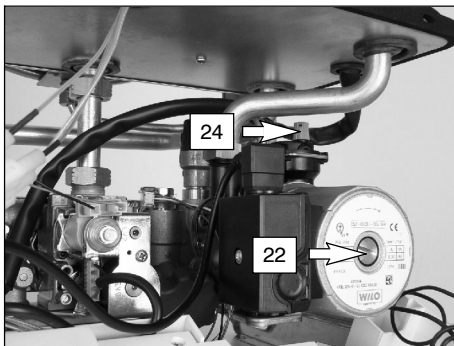

fig. 6.3
- 7 Allentare il tappo della valvola di sfiato automatico (24 in fig. 6.3).
- 11 Togliere il tappo 22 in fig. 6.3 e sbloccare la pompa ruotando il rotore con un cacciavite. Durante questa operazione sfiatare la pompa.